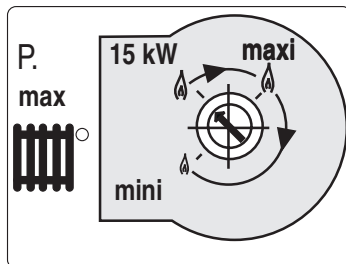

Рис. 21
- Потенциометр на мощность 23 кВт (Р / рис. 21) настройте так, чтобы стрелка находилась в направлении вертикально вверх.
- Повторно проведите настройку с помощью потенциометра (P / рис. 21) в диапазоне mini – maxi.